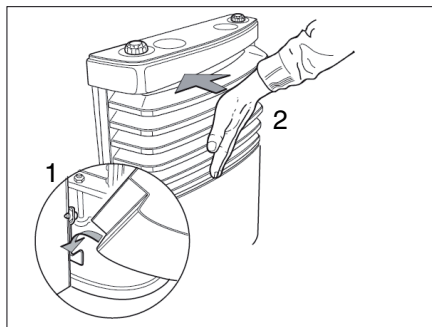

Bild 102 Heizungsverkleidung anbringen
- Heizungsverkleidung montieren. Dazu Verkleidung in die unteren Lager einhängen (Bild 102,1).
- Abdeckung einschwenken bis die Verriegelungshebel hörbar einrasten (Bild 102,2).